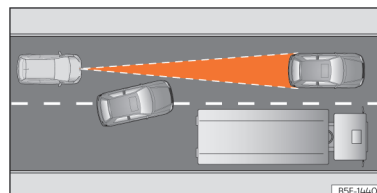

Рис. 108 Інший автомобіль змінює смугу руху.
- Транспортні засоби, які займають вашу смугу занадто близько від вашого автомобіля >>> **рис. 108.**